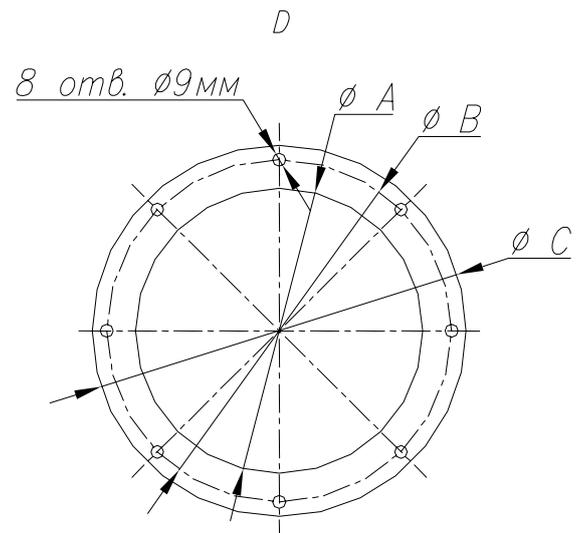

Рисунок 1
В состав ВУ входят следующие основные части: (см. рис. 1)
Расположение крепёжных отверстий на фланце см. на рис.1.
Для обеспечения требуемой фиксации воздухопроводов в пространстве и комфортной работы необходимо отрегулировать тормозные усилия в рычажной системе с помощью регулировочных маховиков (2) и (5) (см. рис.1). Чрезмерное увеличение тормозных усилий снижает комфортность работы с ВУ при частых перемещениях. Поэтому, если для фиксации воздухопроводов приходится прибегать к излишней затяжке маховиками, рекомендуется проверить и при необходимости заменить газовые пружины, уравнивающие внутренний и внешний воздухопроводы.